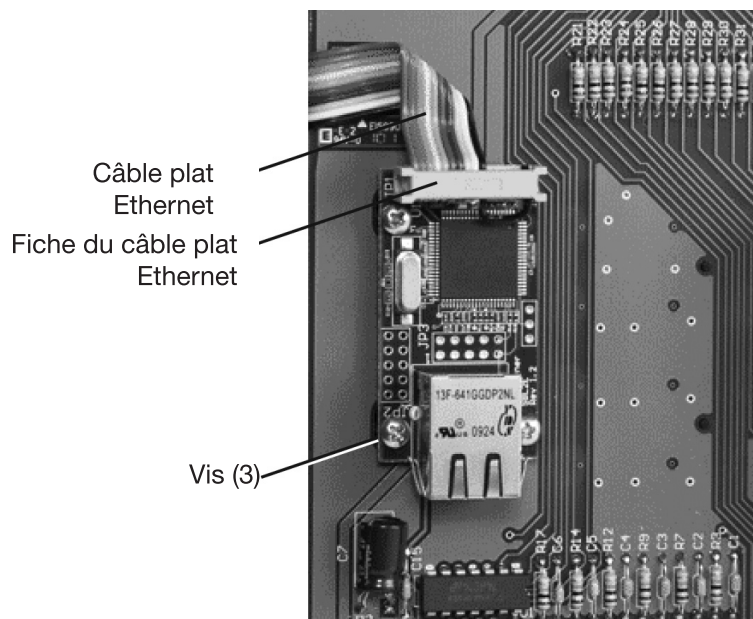

Figure 4. Dépose du module Ethernet.
12. Brancher la fiche du câble plat sur le connecteur de raccordement correspondant. Voir Figure 4.